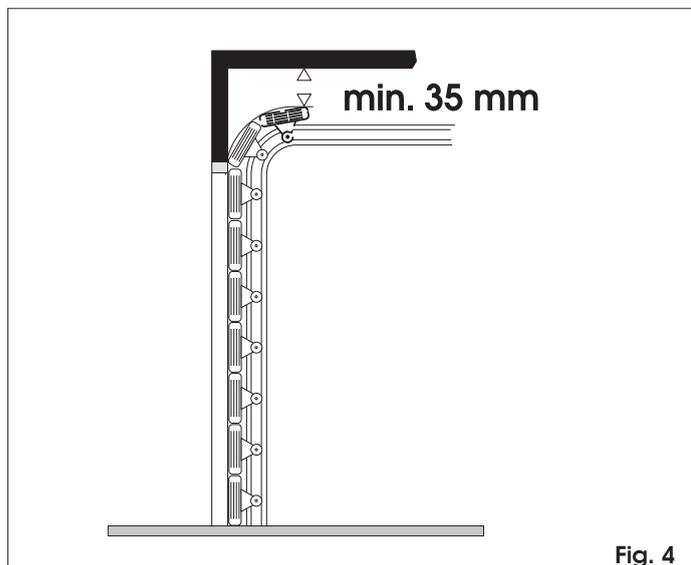

Fig. 4
Encombrement maximum à partir du plafond (mm)	35 (Fig. 4)
- Contrôler qu'il existe un espace d'au moins 35 mm entre le plafond et le point de coulisement le plus élevé de la porte (Fig. 4).
- 2) Tracer sur le linteau une ligne horizontale correspondant à la hauteur maximale atteinte par la porte au cours du mouvement (voir Fig. 4).